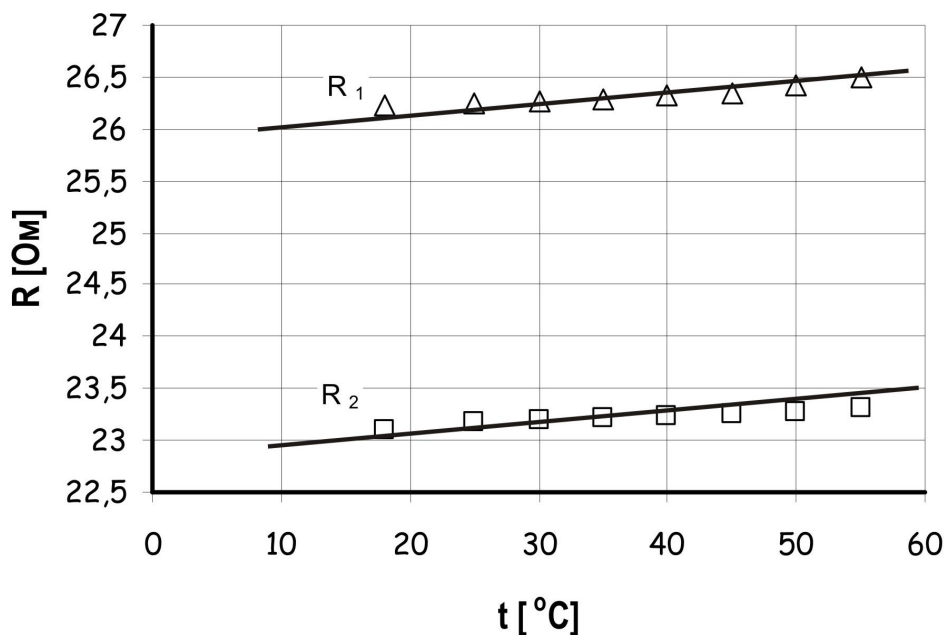

Рис. 1. График зависимости сопротивлений R_1 и R_2 от температуры.
1) Построим по данным измерений график зависимости $R = f(t)$ для каждого сопротивления (Рис. 1).